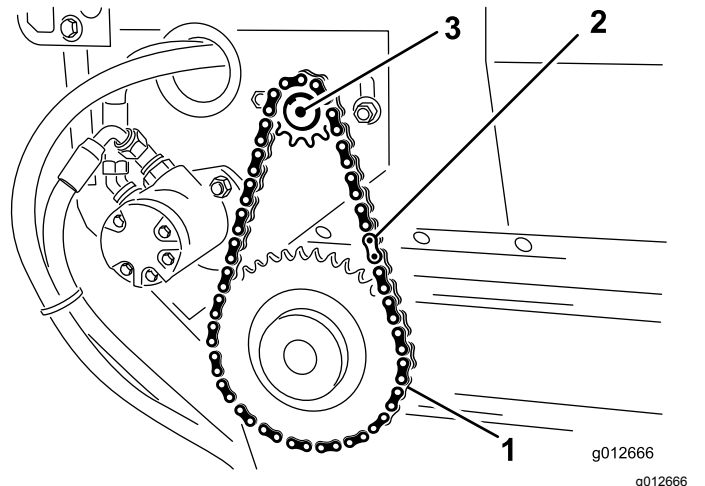

图32
1. 将输送带链安装到小链轮上并用主链环固定输送带链图32。